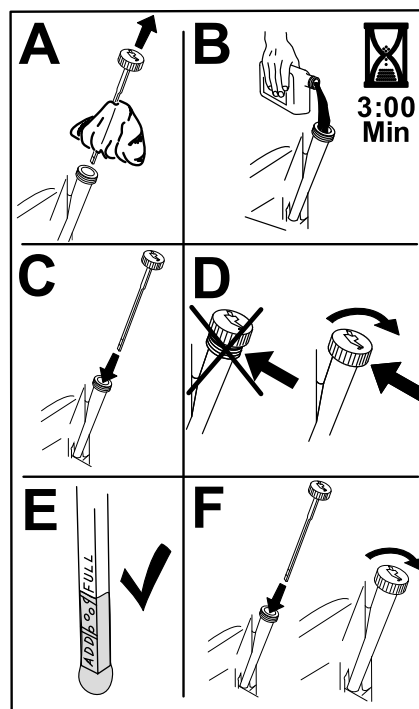

Рисунок 47
6. Медленно залейте приблизительно 80% масла указанного типа в заливную горловину и затем медленно добавляйте масло, чтобы довести его уровень до отметки «Полный» (Рисунок 47).